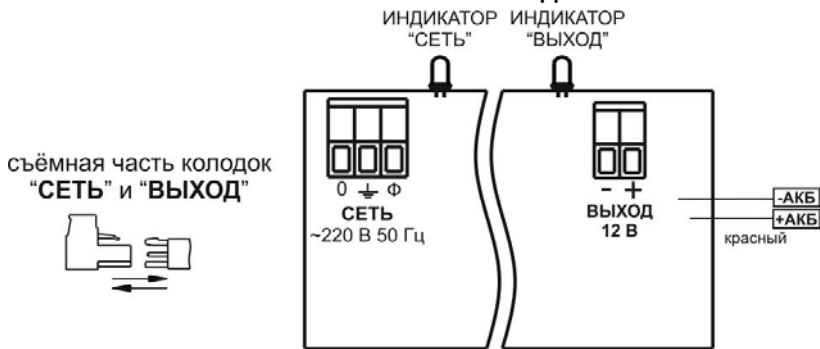

Рисунок 1 - вид изделия с открытой крышкой (схема подключения)
1. Разметьте и просверлите отверстия для крепления под размер отверстий считывателя рис.1.